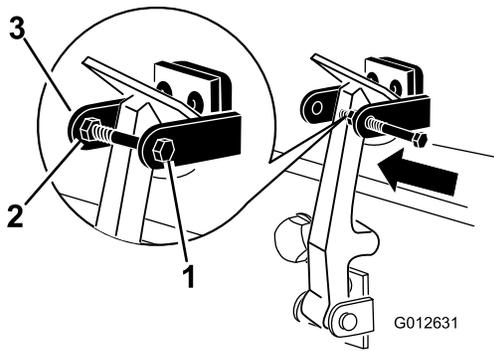

図 10
7. フードロックブラケットのもう一つのアームにボルトを差し込んでラッチをロックする 図10。